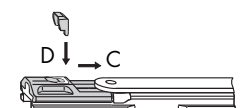

Bild 2
- C** Aushebesicherung des Anschlages (**10**) loslassen (Bild 2).
- D** Sperre (**9**) in vorgesehene Nut einschieben und einrasten (Bild 2).